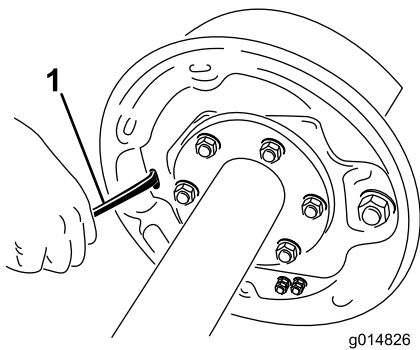

图 63
4. 用螺丝刀转动调整装置组件的星形轮以扩展刹车片 (图 63)。